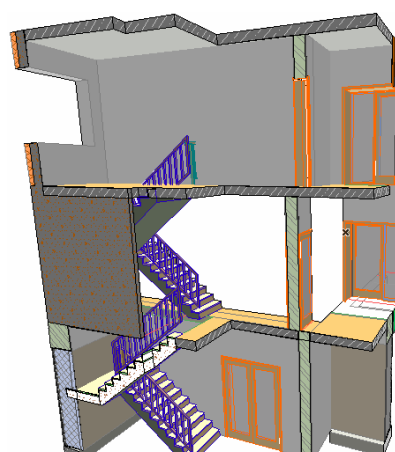

Рис. 144
3. Щелкните правой клавишей мышки в любом месте и в открывшемся контекстном меню выберите команду **Показать выборку/бегущую рамку в 3D**. Открывается 3D-окно, содержащее сложный разрез (рис. 144), проходящий через ряд помещений и лестничную клетку.